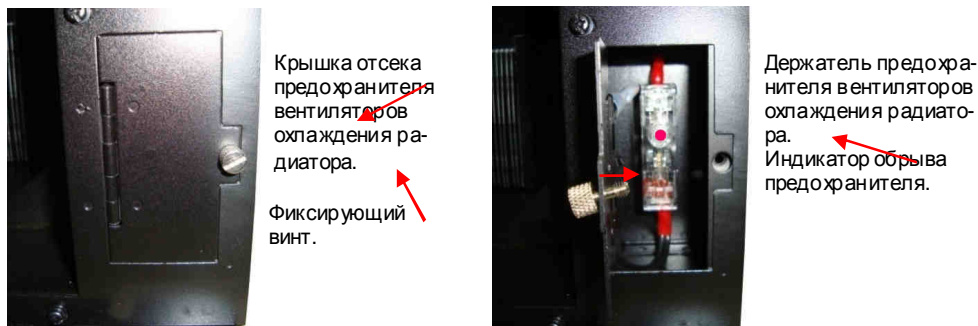

Рис. 4.26. Предохранитель цепи питания вентиляторов охлаждения радиатора
4.15.4. Если вращается боковой вентилятор электронного отсека, но не вращаются все вентиляторы охлаждения радиатора, то необходимо проверить рабочее состояние предохранителя вентиляторов охлаждения радиатора (рис. 4.26). При поданной команде «Пуск» и исправном предохранителе индикатор обрыва, встроенный в держатель предохранителя, не должен светиться.